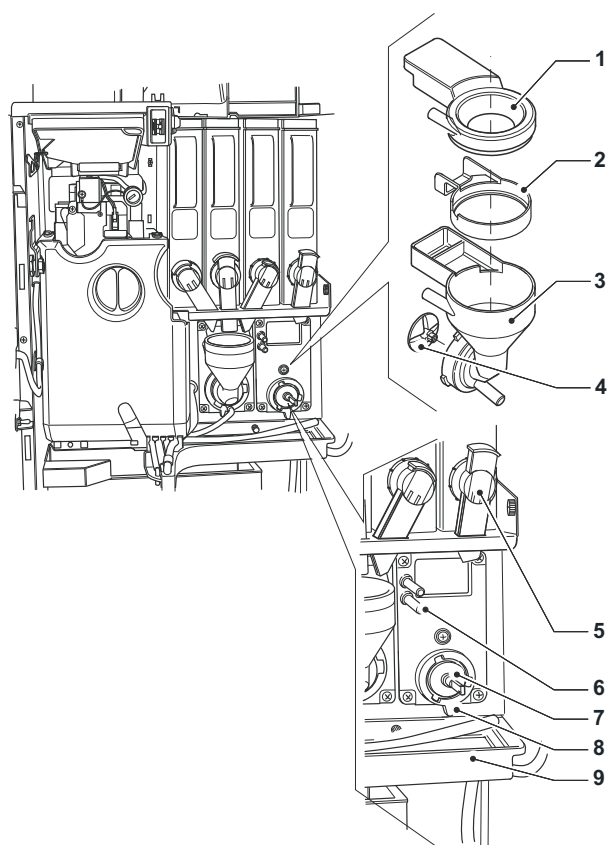

Рис. 27
- Снимите (см. Рис. 27) форсунки для порошка, конвейеры для воды, насыпные воронки и вентиляторы двигателя с миксеров.